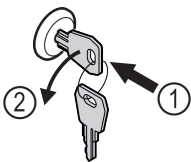

Fig. 125
- ▶ 按入钥匙。 Fig. 125 (1)
- ▶ 将钥匙逆时针转动 90°。 Fig. 125 (2)